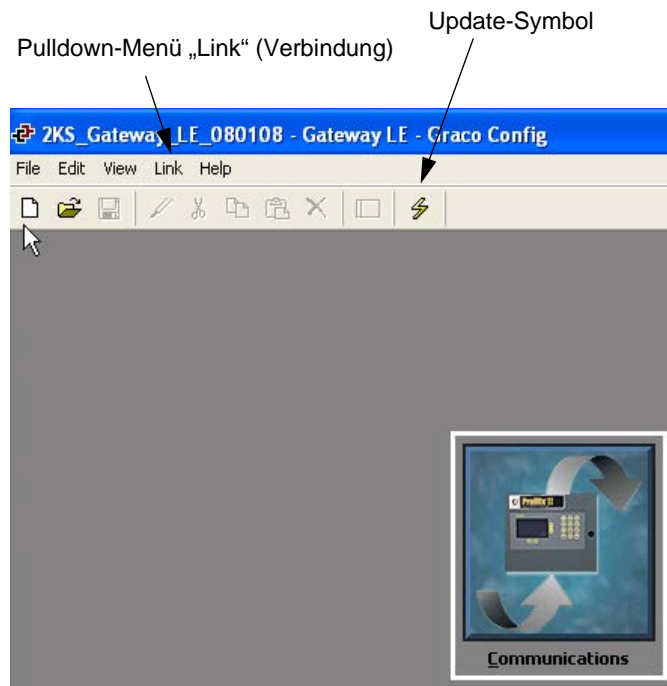

ABB. 16: Hauptseite von GracoConfig
3. „File>Open“ (Datei Öffnen) aufrufen und die Datei mit der Erweiterung xx.gg2 auswählen. Nach dem Laden sollte der Dateiname in der Titelzeile des Fensters (ABB. 16) angezeigt werden.
Als Shortcut das Update-Symbol  in der Symbolleiste verwenden. Siehe ABB. 16.